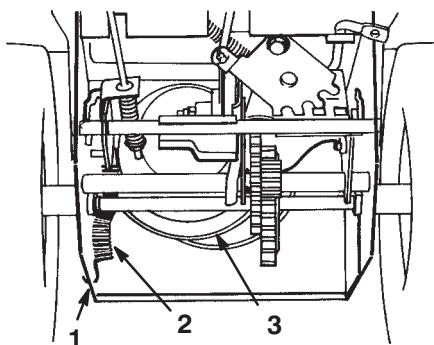

Bild 26
- Bauen Sie die Feder aus der Kerbe an der Unterkante der Seitenplatte aus (Bild 26).
- Montieren Sie die Feder in die Kerbe an der Unterkante der Seitenplatte (Bild 26).